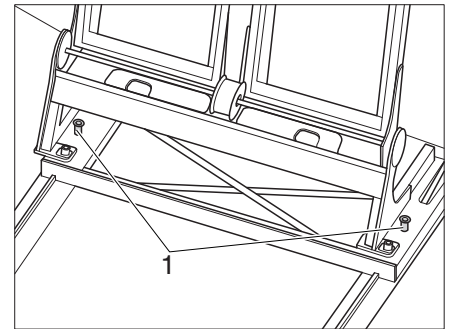

Bild 11 Rastbolzen
- Rastbolzen (Bild 11,1) nach oben ziehen.